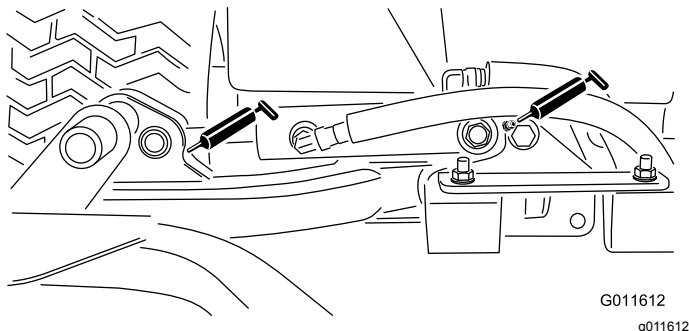

Figura 46
- Cilindros do braço de elevação da unidade de corte (2 de cada) (Figura 46)
- Articulações do braço de elevação (1 de cada) (Figura 46)